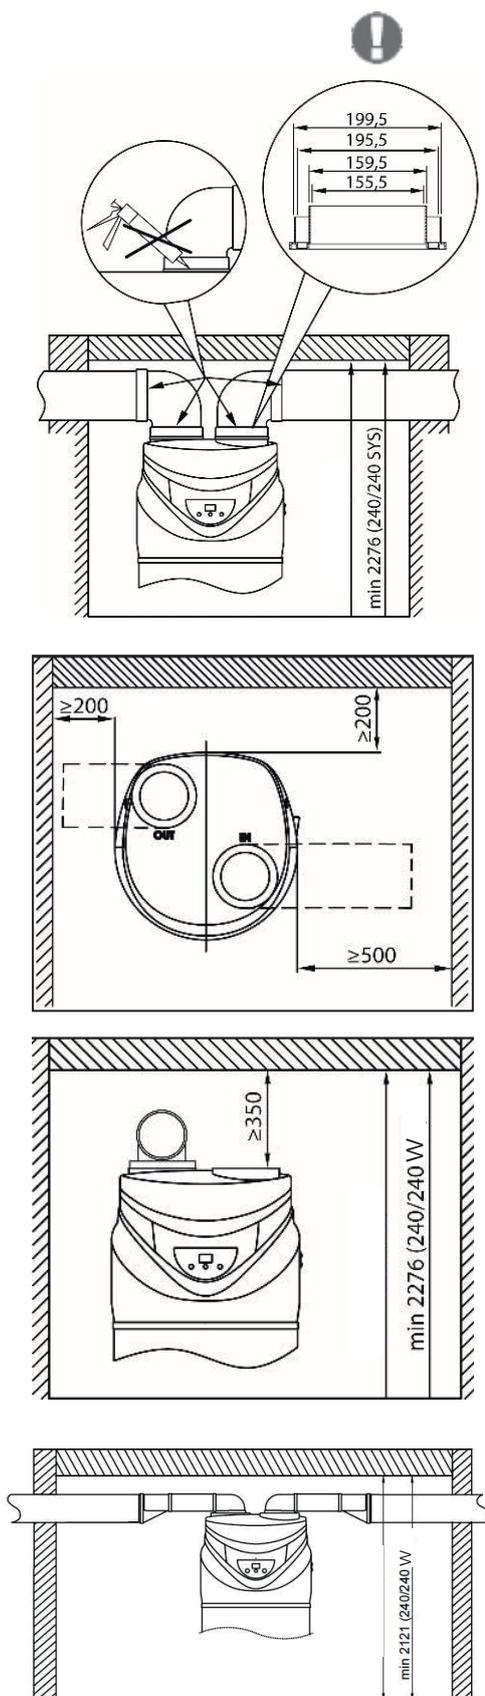

fig. 4 Distances
**Dans le cas d'installations sans gaines, respecter les distances par rapport aux parois indiquées figure 4.**
Même si le produit n'est pas canalisé, il est conseillé d'installer dans la ligne d'aspiration pour éviter un mélange entre l'entrée et sortie d'air (fig. 4).
Dans le cas du produit canalisé avec des tubes rigides adopter toutes les précautions nécessaires pour assurer les opérations de maintenance (fig. 4).